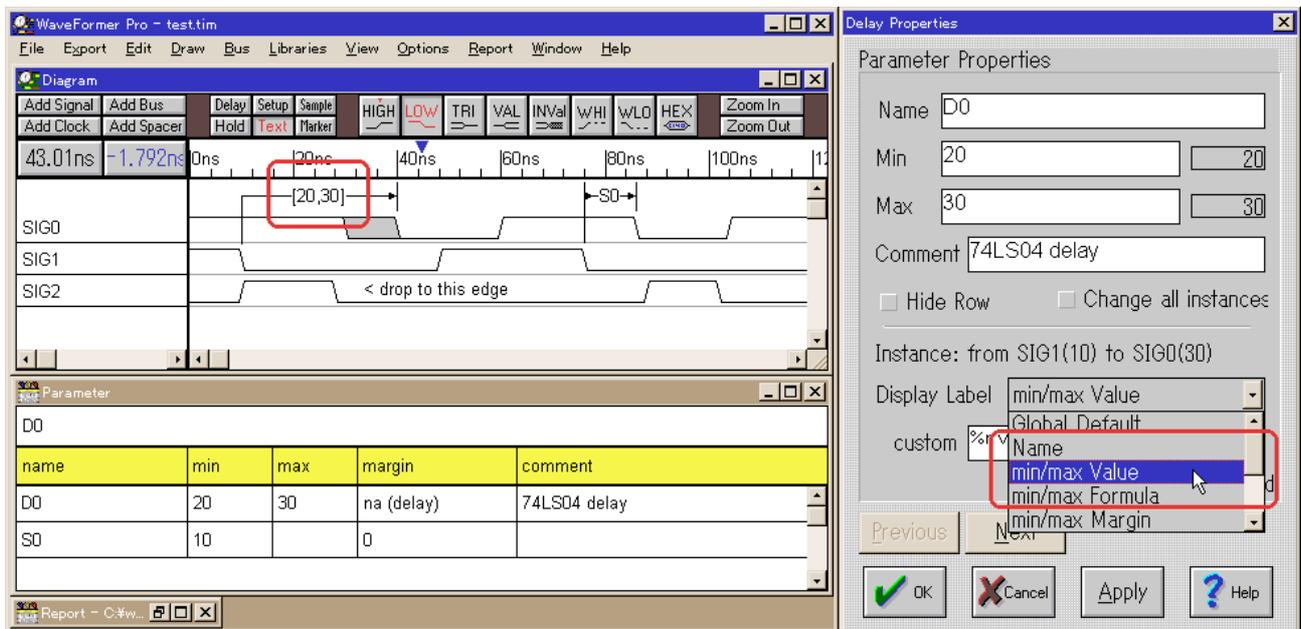

図 3.2 遅延パラメータを最小/最大値表示に変更した例
2. Display Label ドロップ・ダウン・リスト・ボックスを使って min/max Value 表示を選択します。すると、このパラメータのラベルは D0 という名前のかわりに[20,30]という最小/最大値を表示します(図 3.2)。